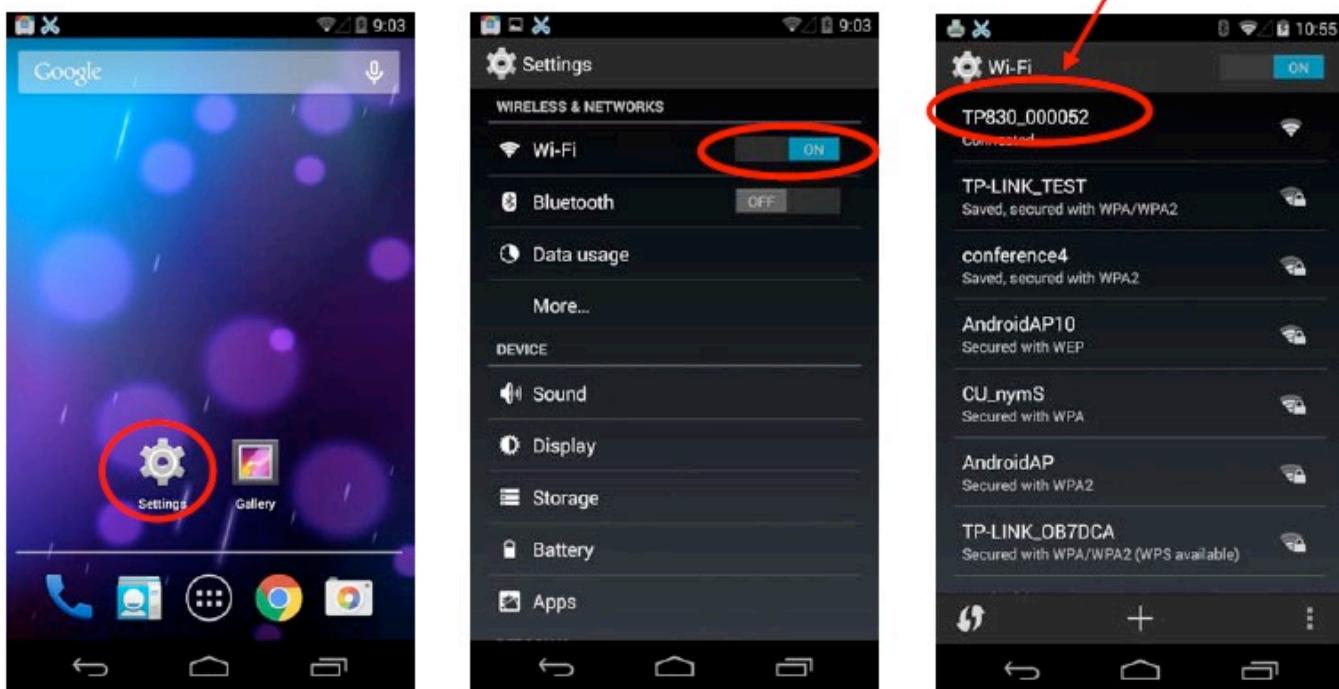

Figura 2
2. Haga clic en “Settings” y aparecerá la interfaz. Seleccione “ON” en la función “WLAN”, haga clic para conectar en la impresora Wi-Fi buscada por el teléfono móvil. El nombre predeterminado de la impresora Wi-Fi está compuesto de “el modelo de la impresora + 6 números y letras” (Como se muestra en la Figura 2).